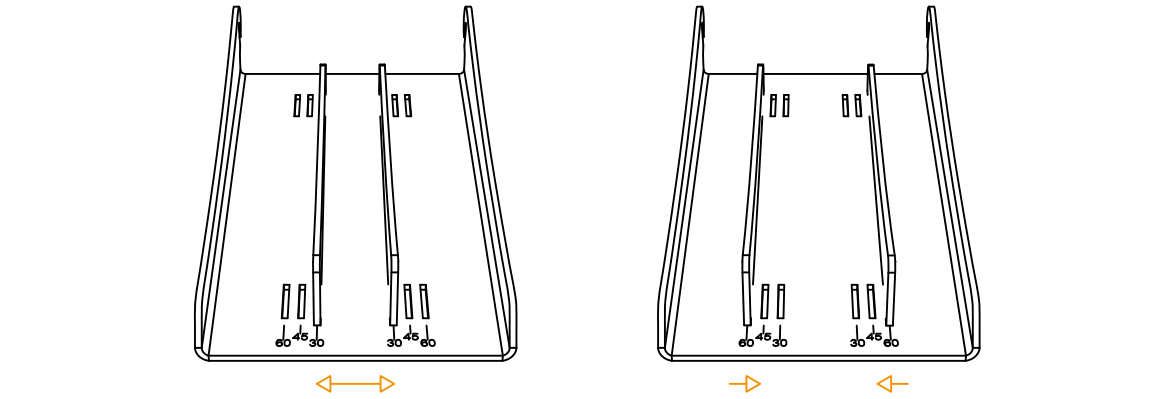

Fig. 1 - INSERTION DU PORTE-BOBINE ET DU BOÎTIER DANS LE CORPS
- 4) Appuyer sur le bouton pour ouvrir le bloc d'entraînement (18) et insérer le porte-bobine complet comme indiqué précédemment (voir fig. 1 à 2, aux pages précédentes). S'assurer que le rouleau est correctement centré, afin de permettre une lecture correcte par le capteur optique. Au besoin, régler les cloisons de centrage (4) pour corriger l'alignement.
- 5) Placer le ruban dans le rouleau d'alimentation (10) et appuyer simultanément sur le bouton  jusqu'à ce que le ruban soit entraîné par le rouleau et sorte par la fente avant.